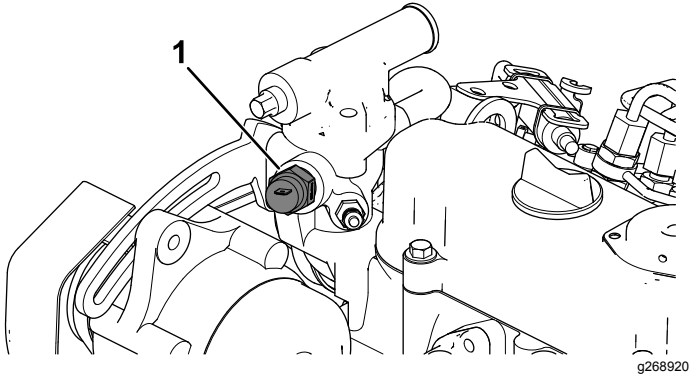

Bild 14
- A. Entfernen Sie den Temperaturschalter vom Thermostatgehäuse (Bild 14).